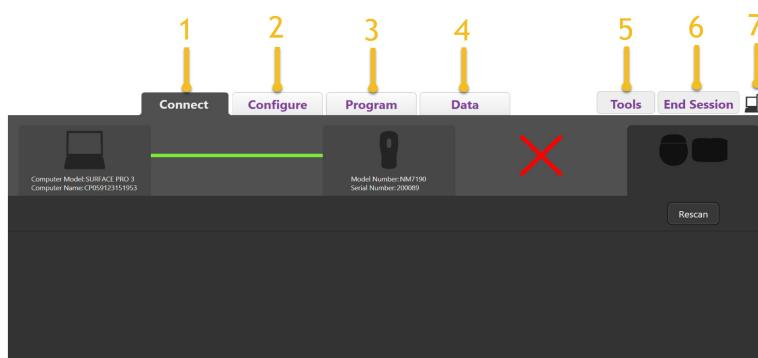

Figura 3. Guia Connect (Conectar)
4. Ao iniciar o Vercise Neural Navigator, a tela mostrará a Guia Connect (Conectar) e o software tentará automaticamente conectar-se a um Estimulador (Figura 3).